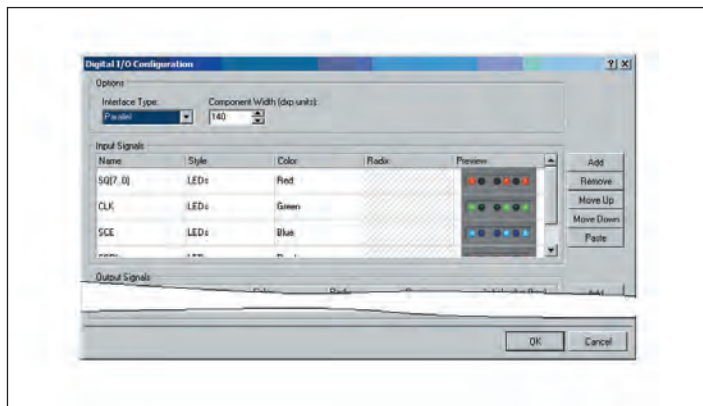

Рис. 8. Диалог настройки конфигурации модуля цифрового ввода/вывода
- Щелчком правой клавишей мыши на схемном символе модуля U20 активируем контекстное меню и укажем команду *Configure U20 (DIGITAL IO)*. Открывается диалог настройки конфигурации модуля цифрового ввода/вывода (рис. 8).